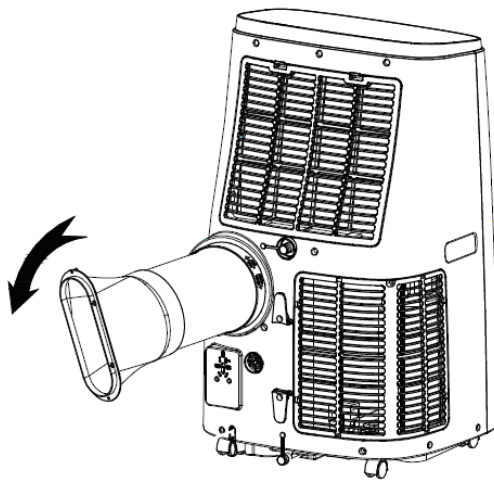

Abbildung 1
Installieren Sie die Heatpipe-Baugruppe (wie in Abb. 1 gezeigt)
- Setzen Sie die Wärmerohrbaugruppe (das Ende des Abluftanschlusses) in den Entlüftungsschlitz der Rückwand ein (nach links drücken) und schließen Sie die Baugruppe ab (wie in Abbildung 1 gezeigt).